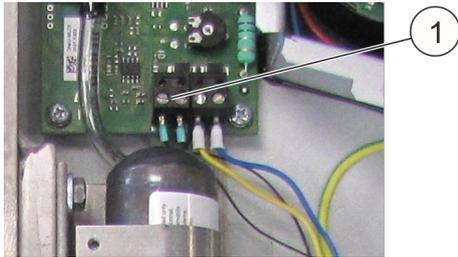

Abb. 53: Anschluss Schwundüberwachung
10. ▶ Elektrischen Anschluss (Abb. 53/1) der Schwundüberwachung lösen.